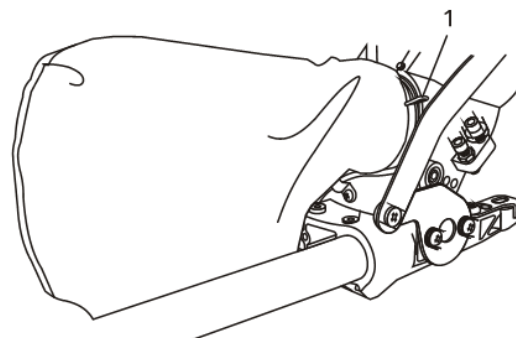

Fig. 28
1. Pour retirer le sac à poussière, serrez les deux ailettes du serre-fils (1) l'une contre l'autre et faites glisser le sac à poussière hors de la goulotte à poussière (Fig. 28).